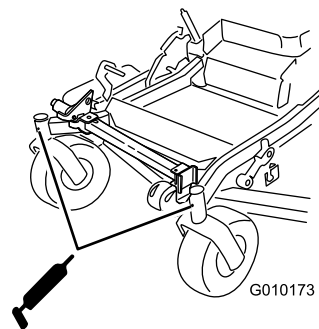

Figura 45
9. Togliete l'ingrassatore Zerk dal foro. Montate il tappo esagonale e lo scodellino parapolvere (Figura 45).